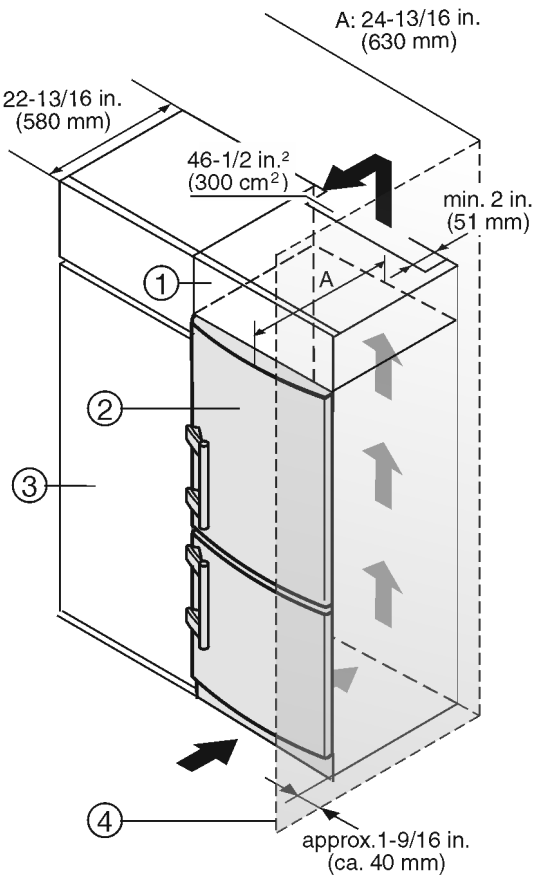

Fig. 11
El aparato se puede rodear de muebles de cocina. Para adaptar el aparato *Fig. 11 (2)* a la altura del mueble de la cocina se puede colocar sobre el aparato un armario superior *Fig. 11 (1)* adecuado y acorde con el mobiliario.
Si la cocina posee armarios (profundidad máx. 22-13/16 " (580 mm)), el aparato se puede colocar directamente junto al armario de cocina *Fig. 11 (3)*. La puerta del aparato sobresale (34 mm) por los lados y (50 mm) en el centro del aparato respecto al frente del armario de cocina. Por tanto, se puede abrir y cerrar sin problemas.
Si el aparato se instala con las bisagras junto a una pared *Fig. 11 (4)*, la distancia entre el aparato y la pared debe ser de como mínimo 1-9/16 " (40 mm). Esto equivale al saliente del tirador con la puerta abierta.